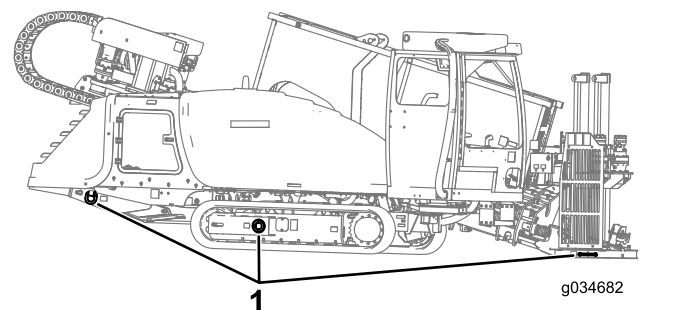

Figura 39
9. Usando correntes e cintas com resistência adequada, prenda os anéis nas lateiras da esteiras esquerda e direita e da placa de ancoragem ao reboque (Figura 39).